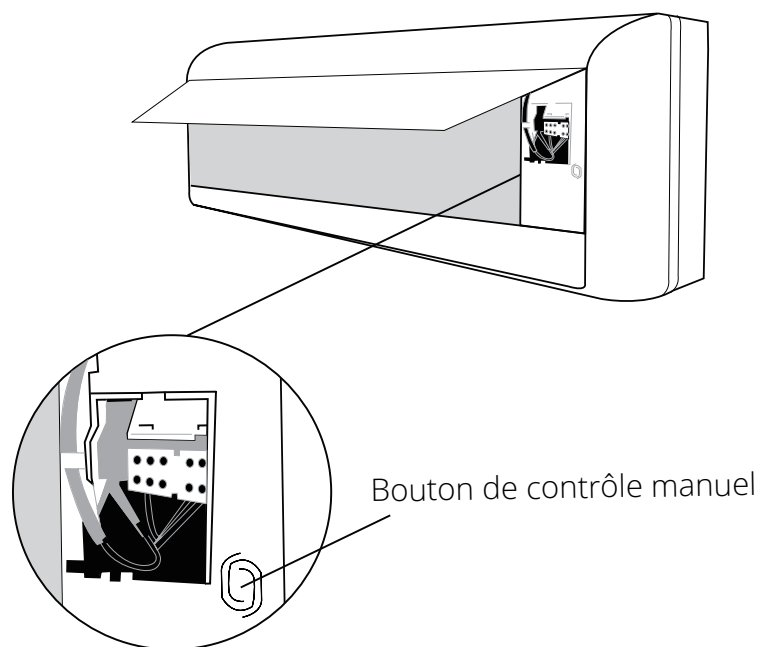

Fig. 8.1
2. Le bouton « **MANUAL CONTROL** » se trouve sur le côté droit de l'appareil. Appuyez deux fois sur cette touche pour sélectionner la fonction « COOL » (CLIMATISATION). Voir **Fig.8.1**.